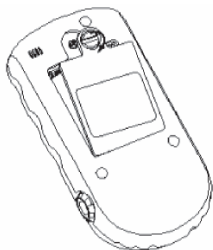

Figura 2-1
1) Aprire il pannello posteriore con una moneta o con un cacciavite a taglio, come mostrato in figura 2-1.